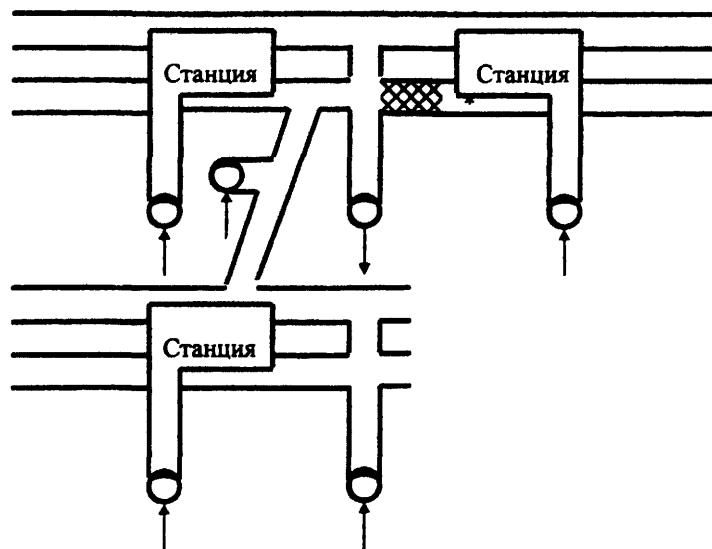

Рис. 4
- если перегоны соединяются с другими линиями, то на примыкающих к ним соединительных ветвях и на следующих за ними станциях шахты включаются на приток (рис.4).